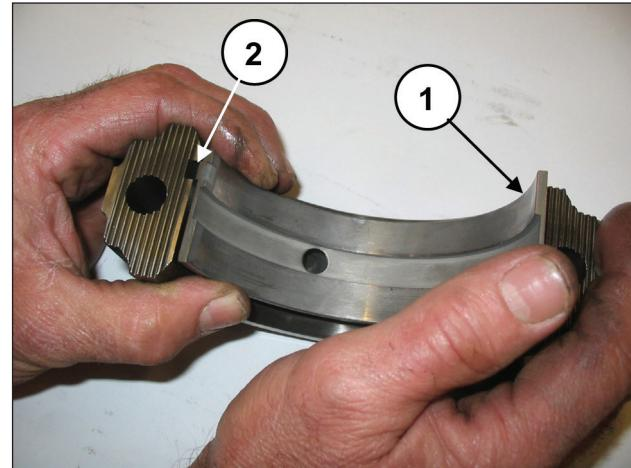

Fig. 59
Colocar los semicojinetes inferiores en los sombreretes (pos. ②, Fig. 59) y comprobar que la lengüeta de referencia de los semicojinetes esté dentro del alojamiento del sombrerete (pos. ②, Fig. 59).